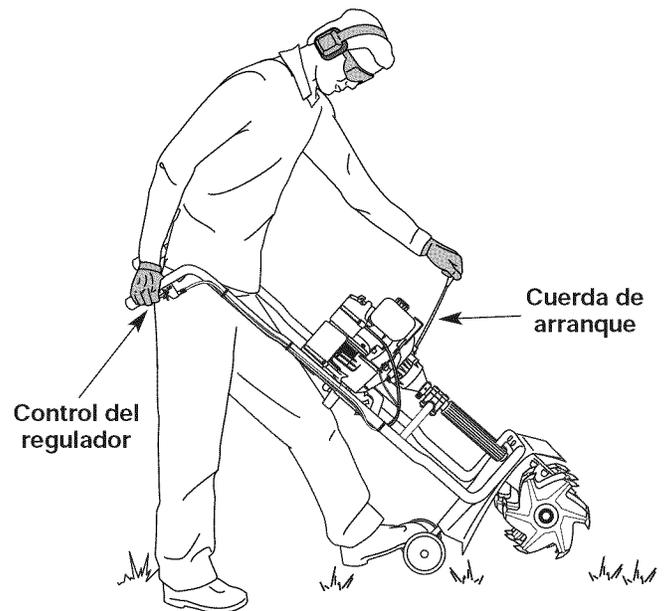

Fig. 8
**ADVERTENCIA:** Evite los arranques accidentales. Colóquese en posición de inicio cuando tire de la cuerda de arranque (Fig. 8). El operador y la unidad deben estar en una posición estable al arrancar la unidad para evitar graves lesiones personales.
5. Párese entre las barras del manubrio y sostenga la unidad colocando su pie izquierdo en el ensamble de soporte de la rueda y sosteniendo el mango del manubrio con su mano derecha (Fig. 8).